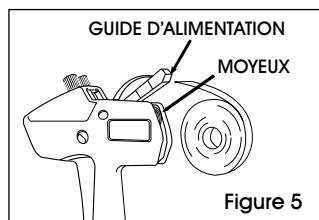

Figure 5
- Placez le rouleau d'étiquettes entre les moyeux et enclenchez-le. (Voir figure 5)
- Alimentez la bande d'étiquettes par le trou dans le guide d'alimentation. (Voir figure 5)